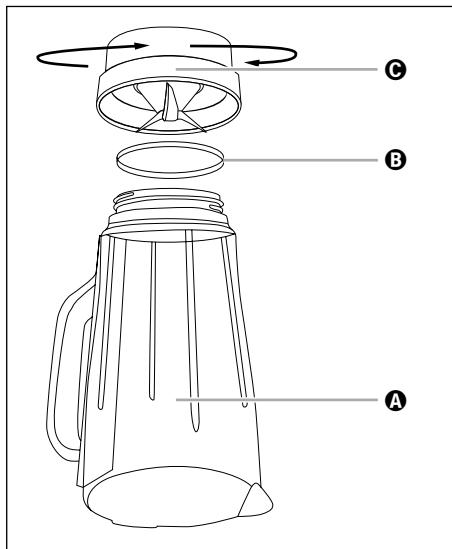

Fig. 4
- 2) Stil produktet på hovedet, og drej blenderkandens **③** plastdel **C** mod urets retning, så den kan løsnes fra blenderkandens **③** glasdelen **A** (se fig. 4).
- 6) Sæt tætningsringen **B** rigtigt ind i plastdelen **C** igen. Sæt blenderkandens **③** plastdel **C** på blenderkandens **③** glasdelen **A** igen, og skru plastdelen **C** fast i urets retning.